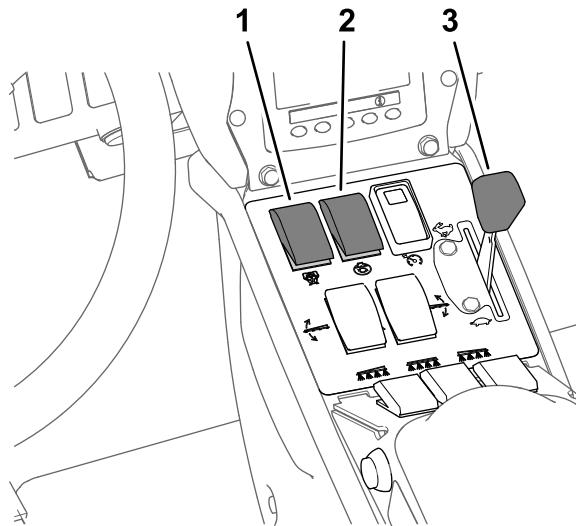

Рисунок 40
8. Установите переключатель перемешивания и выключатель насоса для опрыскивания в положения Вкл. (Рисунок 40).
9. Установите регулятор дроссельной заслонки в положение БЫСТРО (Рисунок 40).
- Примечание:** При выполнении этой процедуры предполагается, что насос для опрыскивания включен; см. Рисунок 40 в разделе Опрыскивание в режиме заданной нормы внесения \(страница 41\).
- Установите рычаг дроссельной заслонки в требуемое положение частоты вращения двигателя для опрыскивания; см. Рисунок 40 в разделе Опрыскивание в режиме заданной нормы внесения \(страница 41\).